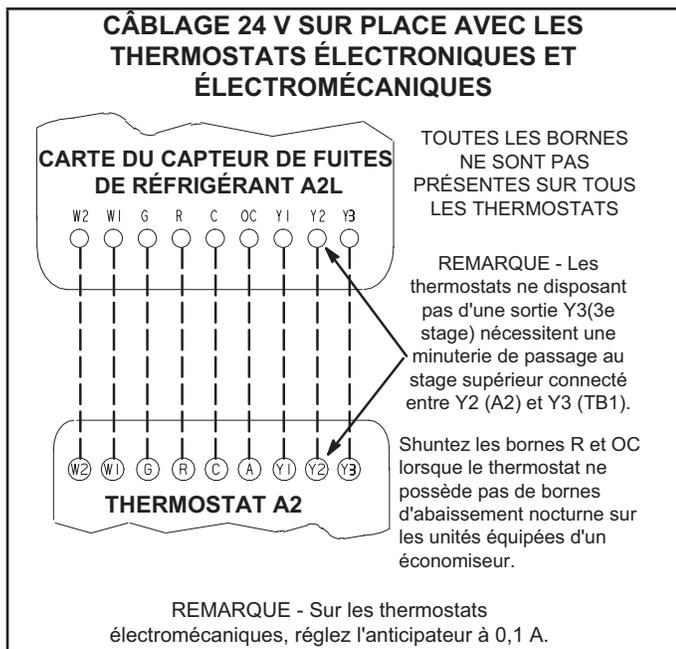

FIGURE 5
- 3 - Connectez le câblage du thermostat au bornier à vis étiquetée P1 sur le contrôleur du capteur de détection de fuites de réfrigérant situé près du centre en haut du panneau de contrôle. Câblez comme indiqué à la FIGURE 5 pour les thermostats électromécaniques et électroniques. En cas d'utilisation d'autres dispositifs de contrôle de la température ou de systèmes de gestion de l'énergie, reportez-vous aux instructions et au schéma de câblage fournis par le fabricant.